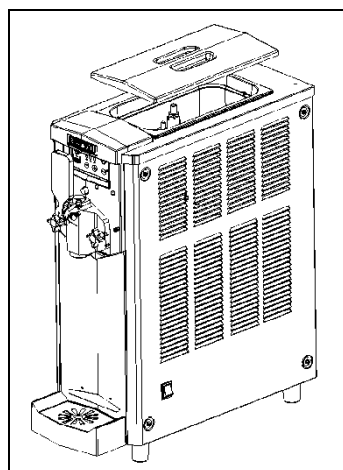

Fig. 30
- Retire la cubierta del recipiente superior (fig.30).